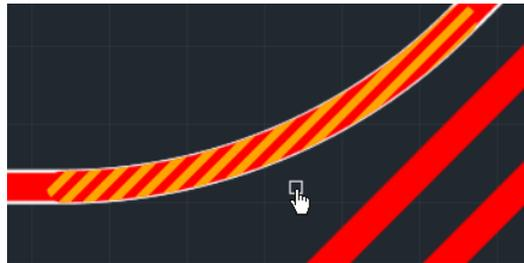

Рис. 291 Выбор точки редактирования
1. Выберите точку и нажмите левую кнопку мыши, Рис. 291.